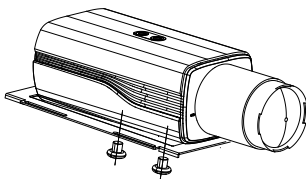

Abbildung 2-5 Kamera befestigen
1. Entnehmen Sie den Kameraschlitten aus dem Kameragehäuse. Befestigen Sie die Kamera mit den mitgelieferten Schrauben am Kameraschlitten, wie in Abbildung 2-5 gezeigt.